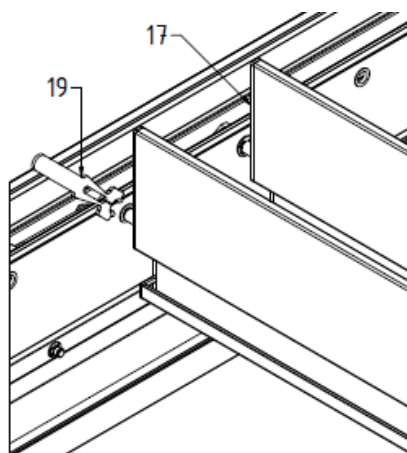

Fig. 22
24. Fixer en plus les deux lames d'entraînement (17) sur le côté intérieur de la poutre d'entraînement avec DIN 6799 - 10 à l'aide de la clé de montage (19) - Fig. 22.